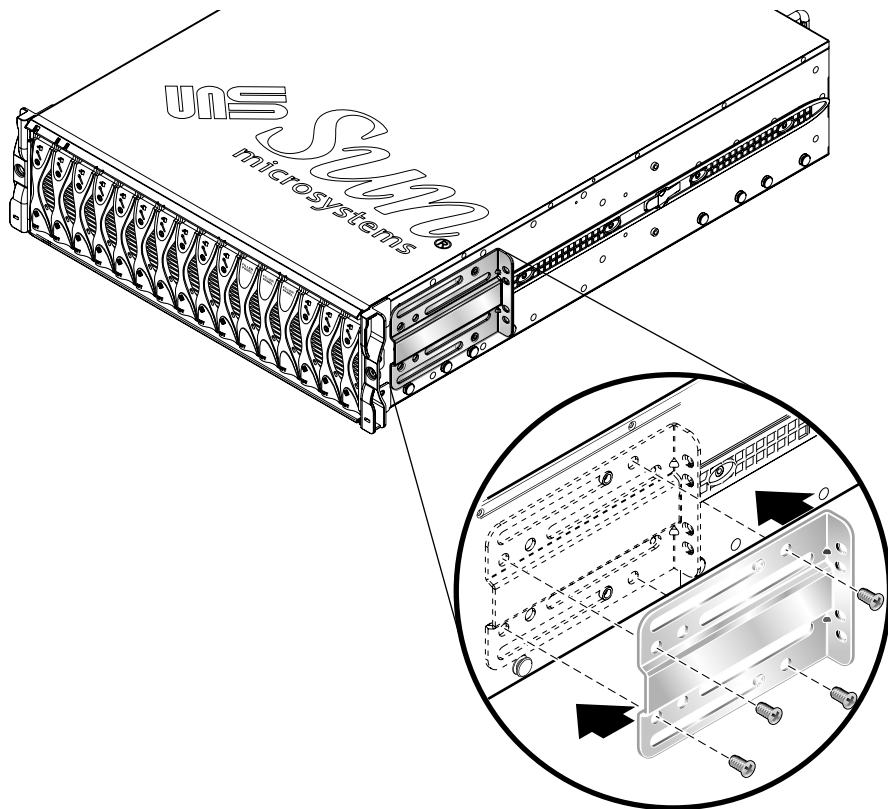

図 12-19 システムシャーシの正面のラック留め具の取り外し
3. システムシャーシの正面のラック留め具を外します (図 12-19)。